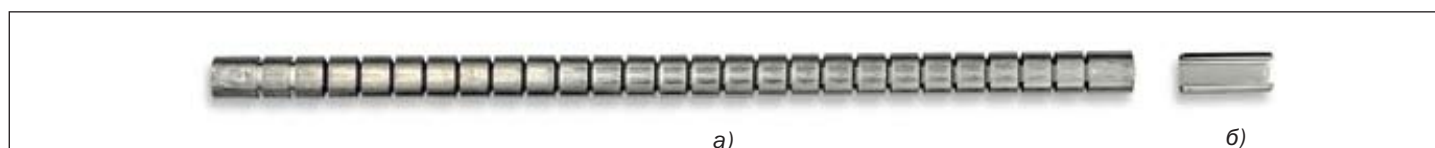

Рисунок 2.3 - Застежка для торцевого замка манжеты (а) и стопорный хомут (б)
**2.2.2** Манжета имеет торцевой замок в виде пластиковых направляющих (стержней), на которые надвигается застежка. Гибкая застежка (рисунок 2.3а) для торцевого замка термоусаживаемой манжеты изготовлена из нержавеющей стали, она свободно проходит по направляющим манжеты.
Для стыковки гибких застежек на направляющих манжеты используется стопорный хомут (соединительная скоба) (рис. 2.3б).